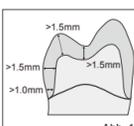

Abb. 1
- Mindestwandstärke 1,5 mm; 1,0 mm an Kanten. Präparieren Sie Kanten mit großen Abschragungen oder gerundelter Schulter. (Abbildung 1)